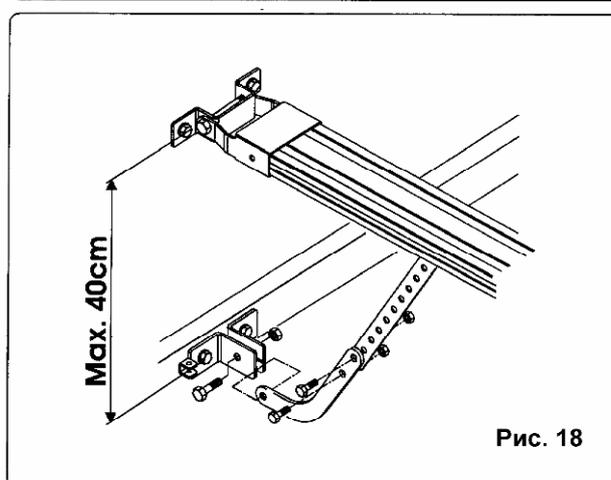

Рис. 18
- В некоторых типах секционных дверей может понадобиться использование дополнительной изогнутой тяги рис. 18 (приобретается отдельно). При этом расстояние между кронштейном и скобой переднего кронштейна должно составлять не более 40 см;